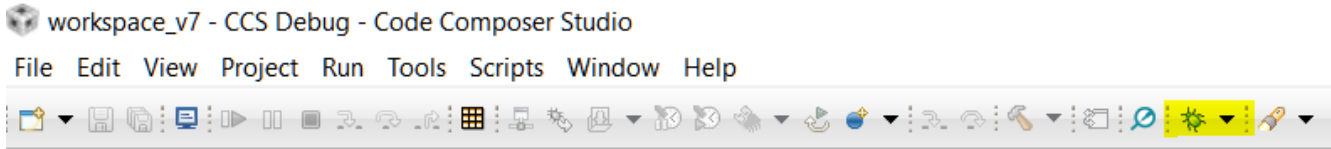

图 5-4. Code Composer 的调试按钮
10. **修改 CCS “On Connect” 操作**：有两种方法可以从 CCS 启动调试会话。一种方法是右键点击上一步中所需的目标配置，然后选择“Launch Selected Configuration”。完成此操作后，可以通过右键点击 CPU 内核并选择“Connect Target”来连接目标 CPU。另一种方法是使用“Debug”按钮 (图 5-4)，使用该按钮时不仅会启动配置，而且还会建立连接，将目标程序文件加载到存储器中，并执行到“main”。这些设置可以修改，但这是默认操作。可以通过以下方式修改默认操作：右键点击使用的 .ccxml 文件或从“Debug”按钮旁边的箭头下拉菜单中选择“Debug Options”，并更改“Target”子菜单中的自动运行和启动选项。在本文档的故障排除阶段，建议使用以前的“连接目标”方法。这有助于查明并非纯粹与 JTAG 相关、而是由代码执行或其他系统交互引起的任何问题。验证系统在启动和连接目标时保持稳定后，使用“Debug”按钮来处理这些步骤。